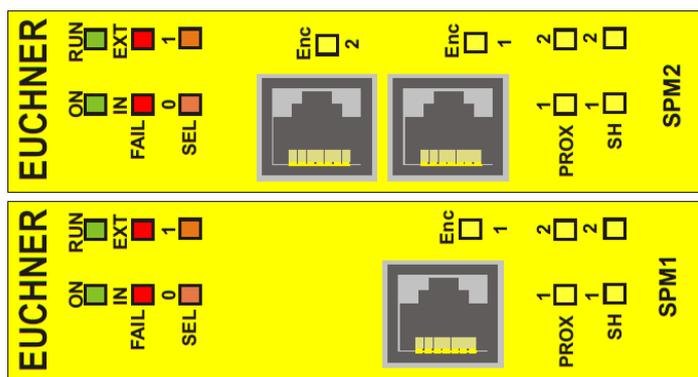

Fig. 29: Módulos de vigilancia de velocidad SPM1, SPM2
8.3.14. Módulos SPMO – SPM1 – SPM2 (Fig. 29)